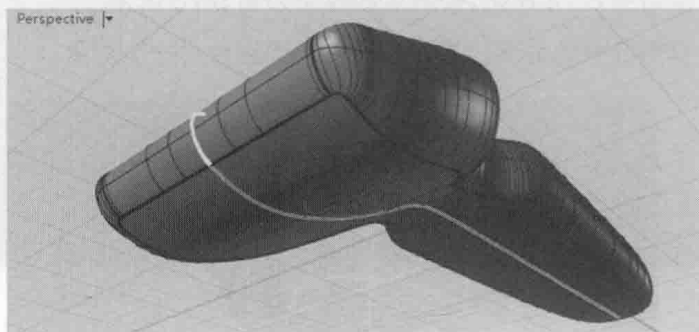

图 5-63 抽离结构线
(17) 单击工具箱中的  /【抽离结构线】按钮 , 并捕捉边缘线中点, 分别提取图 5-63 所示的两条结构线, 再将抽离的结构线调整到“曲线”图层, 后面的操作中需要利用这两条曲线。